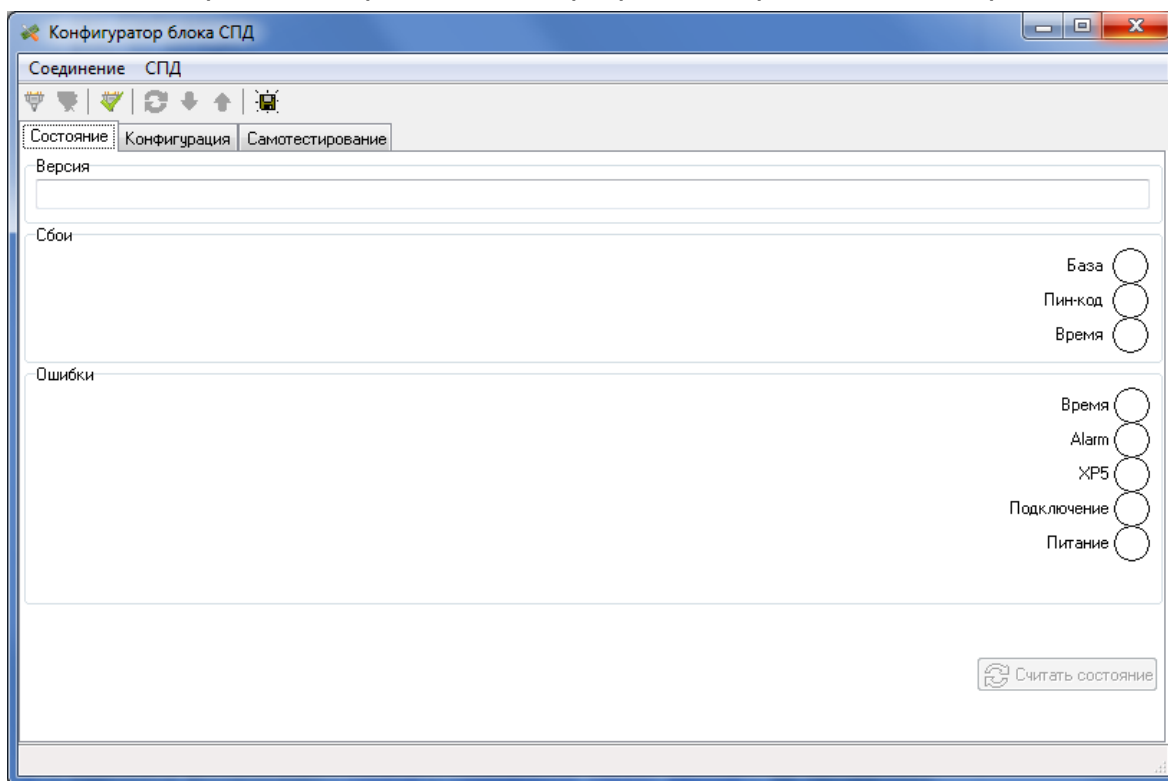

Рис.2. Стартовое окно программы «Конфигуратор блока СПД»
- 3.1.2. Подключите сервисный кабель к разъему СЕРВИС на блоке ВП расходомера. Соедините USB-порт компьютера и разъем RS-485 сервисного кабеля через адаптер сигналов USB-RS485. На ПК запустите программу «Конфигуратор блока СПД», при этом откроется стартовое окно программы, приведенное на рис.2: